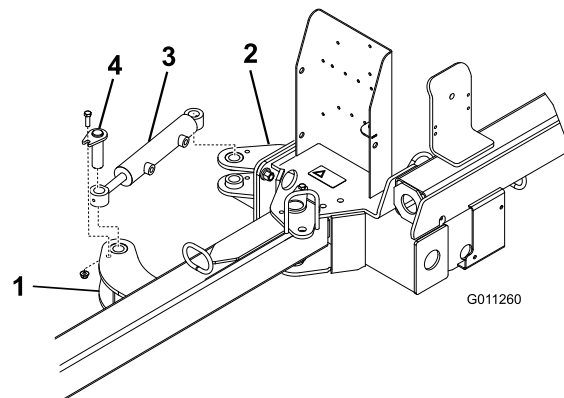

图 6
2. 用插销组件、螺栓 $\frac{3}{8} \times 1\frac{1}{4}$ 英寸 和凸缘螺母 $\frac{3}{8}$ 英寸 将液压油缸的两端固定到提升器凸耳上 图 6。